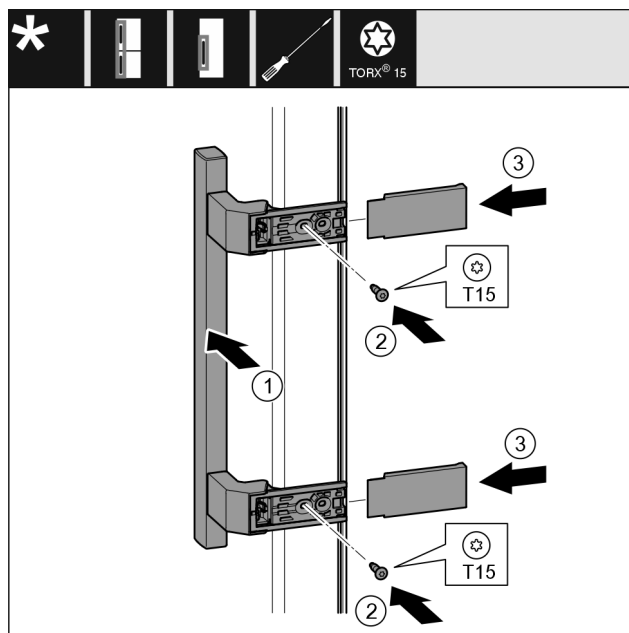

Fig. 20
- ▶ Pielieciet rokturi Fig. 20 (1) pretējā pusē.
- ▶ Ar skrūvgriezi pieskrūvējiet skrūves Fig. 20 (2).
- ▶ Sānos pielieciet un uzbīdīet pārseģus Fig. 20 (3).